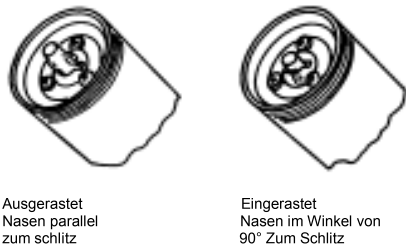

Fig 4
- 1) Rasten Sie den Folgestab ein (siehe Fig 4)